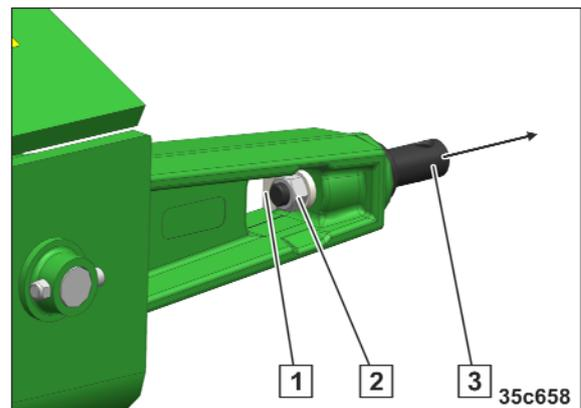

Fig. 107
1. Die Mutter (Fig. 107/2) lösen und entfernen.
2. Das Sicherungsblech (Fig. 107/1) entfernen.
3. Den Unterlenkerzapfen (Fig. 107/3) entfernen.